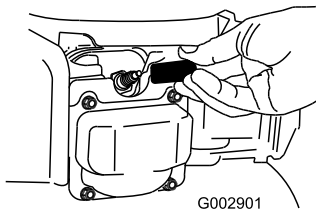

Рисунок 36
2. Отсоедините провод от свечи зажигания (Рисунок 36), прежде чем выполнять любые процедуры технического обслуживания.